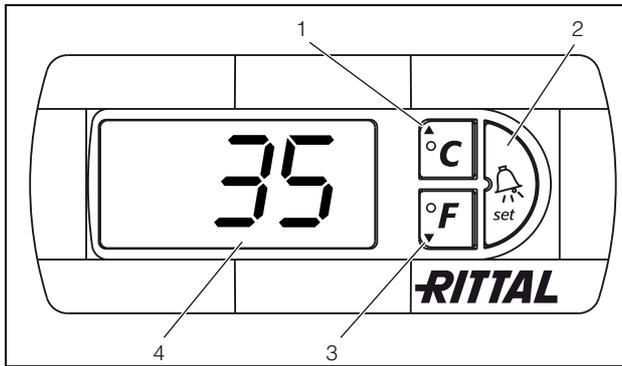

Imagen 21: Display y análisis del sistema del controlador e-Comfort
El controlador e-Comfort dispone de una indicación de 7 segmentos (imagen 21, nº 4). En esta se muestra, tras la conexión de la fuente de alimentación, durante aprox. 2 segundos la versión actual del software. En servicio normal la indicación muestra tanto
La programación del aparato se realiza a través de las teclas 1 – 3 (imagen 21). Los parámetros también aparecen en la indicación.
- Presione simultáneamente las teclas 1 y 2 (imagen 21) durante 5 segundos mín.
Con las teclas 1, 2 y 3 (imagen 21) puede modificar los parámetros dentro de los niveles preestablecidos (valor mín., valor máx.).
El modo Eco proporciona un ahorro de energía del intercambiador cuando la carga de calor en el armario es pequeña o no existe (por ej. en servicio standby, sin producción o fines de semana). Para ello se desconecta el ventilador del intercambiador, cuando la temperatura interior del armario se sitúa 10 K por debajo de la temperatura teórica ajustada. No obstante para poder continuar registrando la temperatura interior actual, el ventilador se conecta durante 30 segundos de forma cíclica cada 10 minutos (ver imagen 21). Cuando la temperatura interior alcanza la zona de 5 K por debajo del valor teórico ajustado, vuelve a conectar de nuevo el ventilador con servicio permanente. Si se desea es posible desactivar el modo Eco a través del display de mando. Para ello es necesario modificar, en el nivel de programación, el parámetro de 1 a 0 (ver tabla 7, página 18). El ventilador funcionará en servicio permanente.